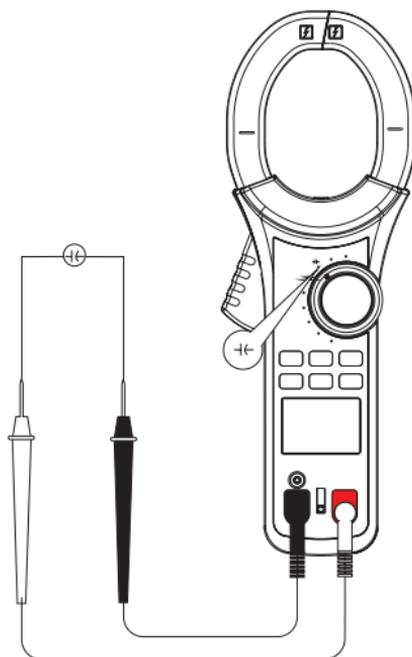

Рис. 8 Измерение емкости
7.6 Измерение емкости (рис. 8)